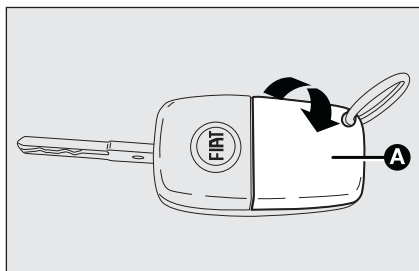

fig. 7
- ouvrir le volet **A**-fig. 7 fixé à pression en agissant dans le sens indiqué par la flèche